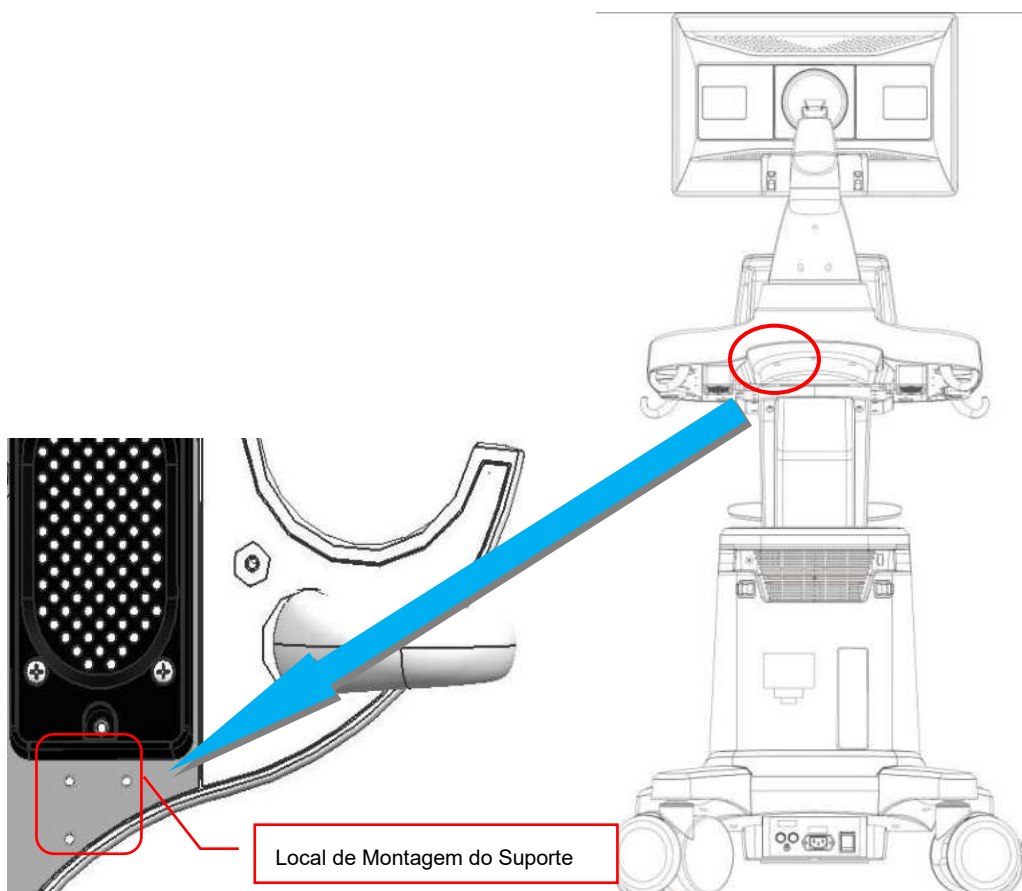
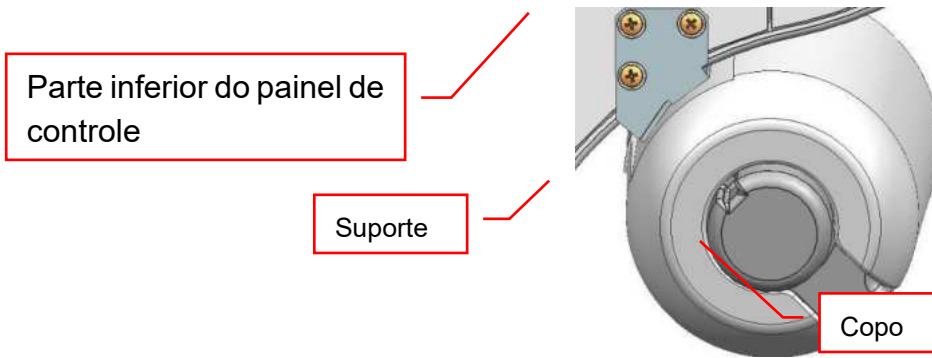

Fig.4-12 Local de Montagem do Suporte
Fig.4-13 Montagem do suporte
- 3) Use três conjuntos de parafusos M3x8 para travar e fixar o suporte (de baixo para cima) na parte inferior do painel de controle como mostrado na Fig.4-12, Fig.4-13.